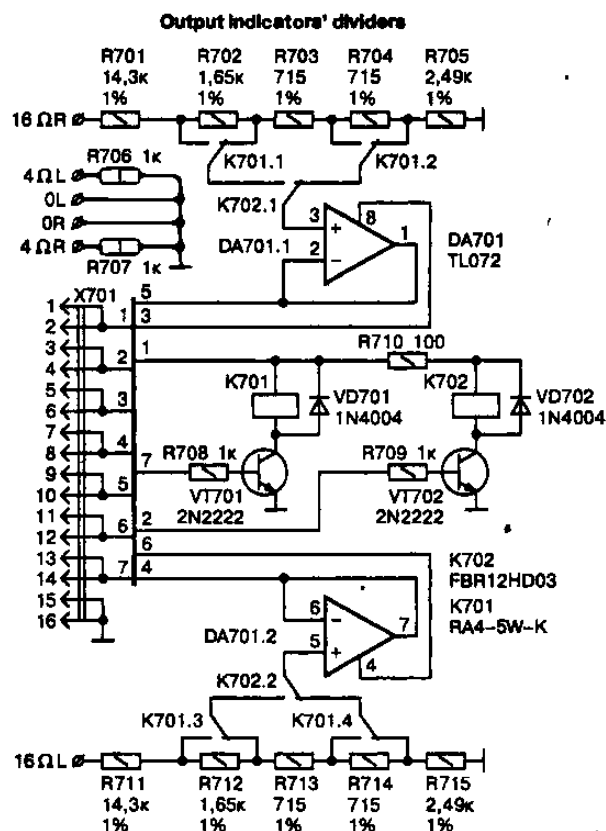

Рис. 20.55. Схема делителя выходного напряжения для пиковых индикаторов мощности
- **прием, декодирование и исполнение команд ДУ.** В состоянии «standby» единственная обрабатываемая команда — включение основного питания. При включенном основном питании обрабатываются команды выключения питания и управления электродвигателем регулятора громкости M801 (рис. 20.55). В сервисном режиме команды ДУ игнорируются;
- **управление реле K701—K702 (рис. 20.55) делителя выходного напряжения** для выбора одного из четырех пределов измерения индикаторов выходной мощности. Выбор осуществляется в сервисном режиме и сохраняется в ЭППЗУ контроллера;
Схема делителя выходного напряжения для пиковых индикаторов мощности приведена на рис. 20.55. Два реле коммутируют отводы делителя напряжения, выбирая диапазон индикации. Сделано это для того, чтобы можно было настроить индикатор соответственно чувствительности конкретной акустики.